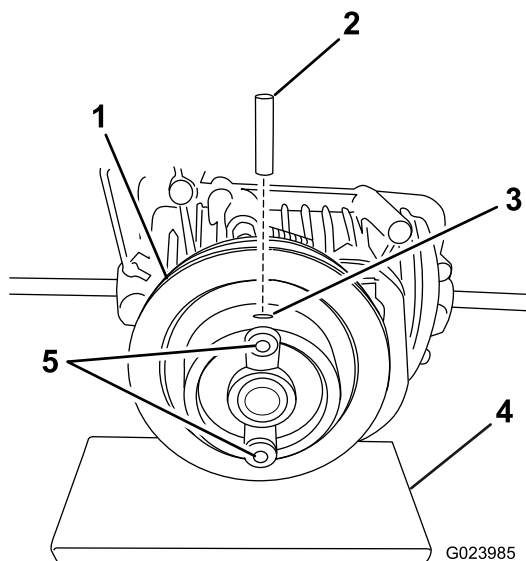

Bild 1
4. Setzen Sie den neuen Stift mit einem Hammer und einem Stanzer in eines der zwei Lochenden ein (Bild 1).
Hinweis: Stützen Sie die Riemenscheibe ab, während Sie den Stift einsetzen, um die Eingangswelle nicht übermäßig zu strapazieren (Bild 1).
5. Setzen Sie die zwei Schrauben aus dem Kit in die zwei Löcher ein, wie in Bild 1 abgebildet.